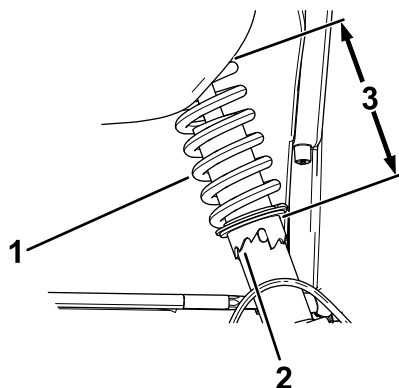

Figure 40
2. Si le carrossage des roues n'est pas correct, utilisez la clé à ergots pour tourner le collet sur l'amortisseur et orienter la roue correctement (Figure 40).